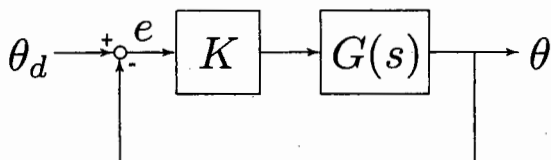

図 2-3: フィードバック制御系 1
- (3) 問 (2) で推定した $G(s)$ を制御対象として、図 2-3 に示すようなフィードバック制御系 1 を構成した。ただし $K(> 0)$ は比例ゲインである。この系の閉ループ伝達関数 $H(s)$ を求めよ。さらに、この $H(s)$ において $K = 10$ とし、目標値として $\theta_d = \sin \sqrt{10} t$ の正弦波を与えたときの出力 θ の定常応答を時間 $t[\text{s}]$ の関数として示せ。
- (4) 図 2-3 のフィードバック制御系 1 の θ_d から偏差 e までの伝達関数を求め、そこから定常速度偏差を K の関数として示せ。